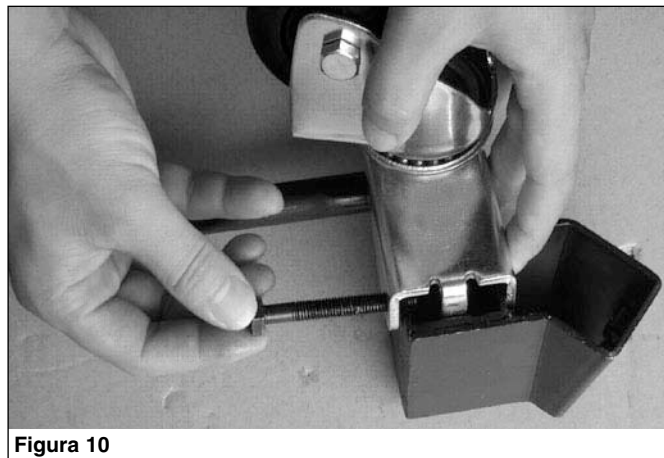

Figura 10
- Consulte la Figura 10; la leva del pedal debe estar debajo de la ruedecilla para que pueda funcionar correctamente.